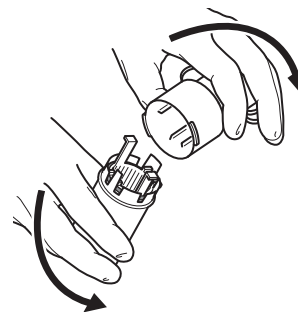

Figura 9 Remover a tampa do tubo de distribuição
1. Depois do procedimento cirúrgico, remova a tampa do tubo de distribuição (Figura 9).